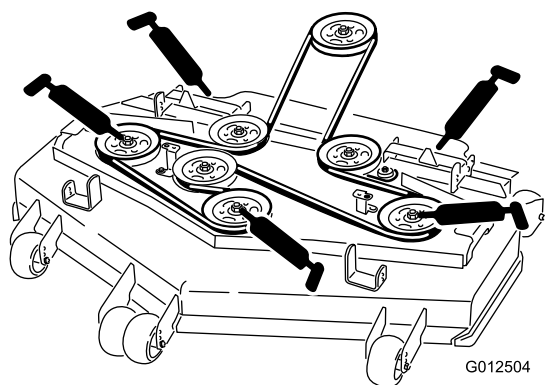

Figura 33
6. Ingrassate i tre cuscinetti del mandrino finché il grasso non fuoriesce (Figura 33).
7. Lubrificate i raccordi sui bracci di spinta (Figura 33).